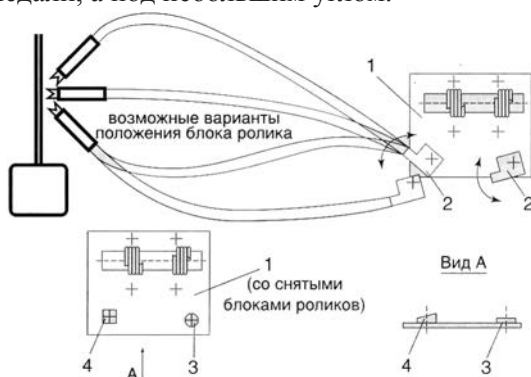

Рис. 8. Установка блоков роликов на основание опоры блока дополнительных педалей:
3.1.1. При установке блоков 2 (рис. 8) роликов на основание 1 опоры необходимо определить угол расположения оси его отверстия под трос. Этот угол определяется траекторией прокладки оплетки троса (см. рис. 8) и максимально достижимой соосностью этих осей. Для достижения соосности необходимо в ряде случаев (например, для “классики”) использовать наклонную проставку 4.